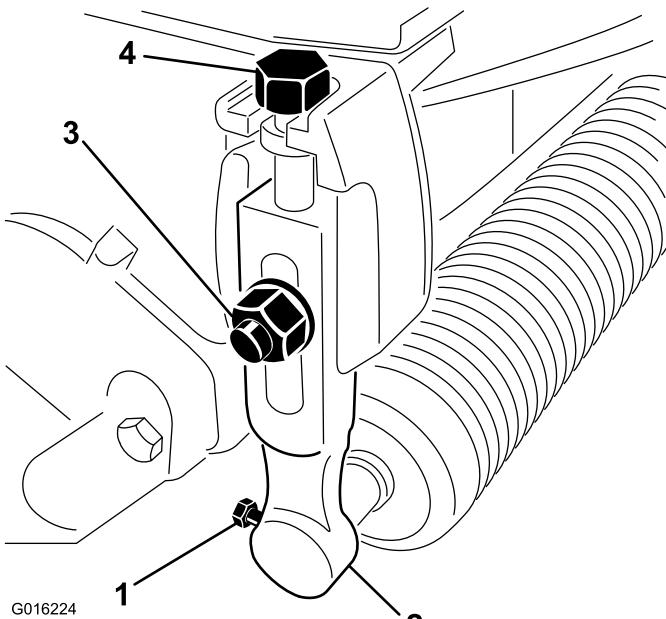

Bild 1
2. Lockern Sie die Schrauben, mit denen die Enden der Frontrolle an den Schnitthöhenarmen befestigt sind (Bild 1).
3. Entfernen Sie die Senkschrauben, Scheiben und Sicherungsmuttern, mit denen die Schnitthöhenarme an jedem Ende der Schneideeinheit befestigt sind (Bild 1). Entfernen Sie die Schnitthöhenarme und die Rolle.
4. Entfernen Sie die Einstellschrauben für die Schnitthöhe von den Schnitthöhenarmen (Bild 1).